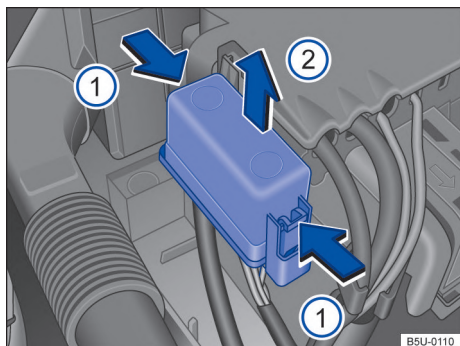

Fig. 179 En el compartimiento del motor: cobertura de la caja de fusibles.
- Presionar las trabas en el sentido de la flecha → fig. 179 ❶, para desbloquear la cubierta de la caja de fusibles.
- Remover la cobertura por arriba, en el sentido de la flecha ❷.
- Para el **montaje**, colocar la cubierta sobre la caja de fusibles. Presionar la cobertura hacia abajo, en el sentido contrario de la flecha ❷, hasta que trabe de forma audible.